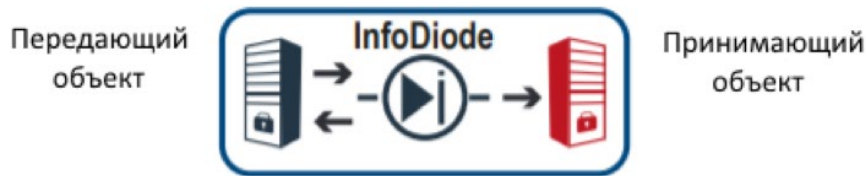

Рис. 10. Прямое подключение приемного и передающего компьютера
1. Прямое подключение приемного и передающего объекта (Рис. 10).